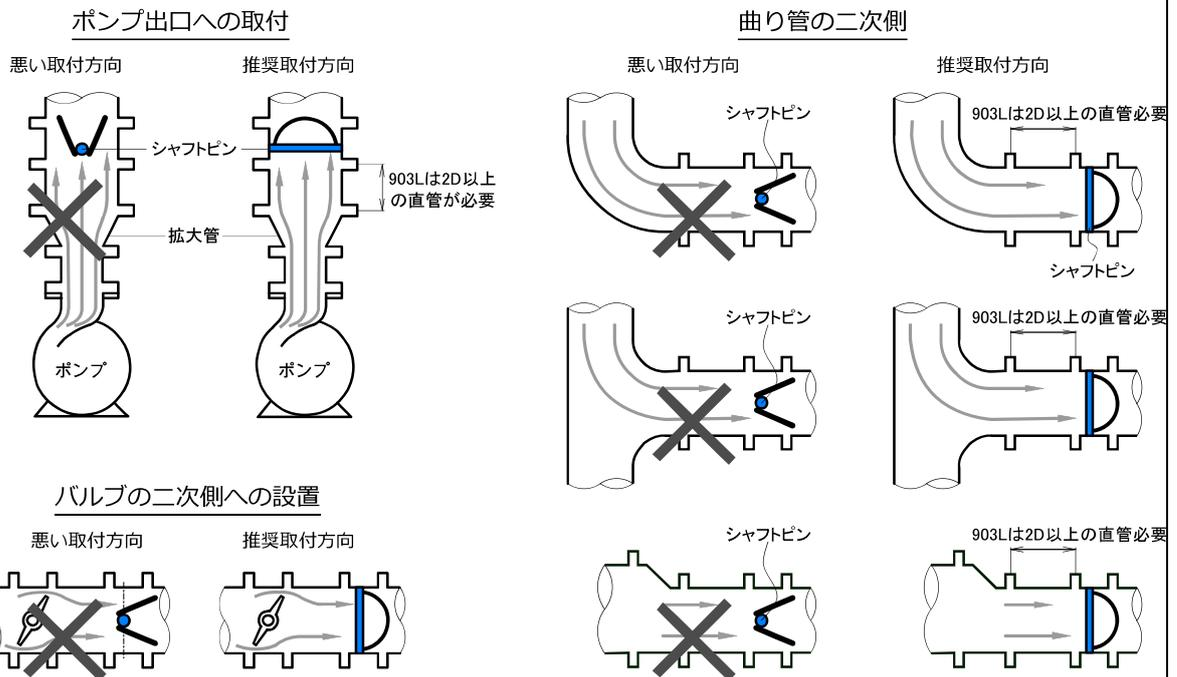
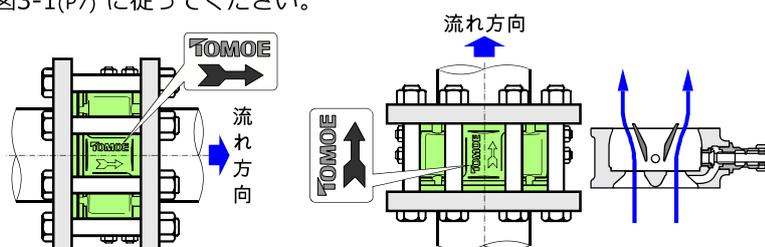
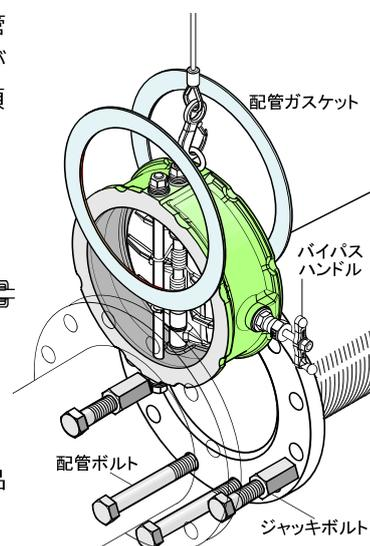

図 3-1
図9
図10
- ④ 本製品を拡大管や曲がり管 (エルボ、ティー) の二次側に配管する場合は、入口側に配管径の 2 倍以上の長さの直管を確保してください。
- ⑤ 図 3-1 のように本製品のシャフトピンに対して左右均等な流速となるような姿勢に配管してください。配管姿勢は図 3-1, 3-2 に加えて 1.3 項(p3) をご確認ください。
- ⑧ 本製品に乗ることや、打撃による挿入は行わないでください。
- ⑨ ゴムシートには溶剤が付着しないようにしてください、EPDM には油も付着しないように注意してください、油分の付着によりゴムが膨潤して破損する恐れがあります。
- ① 本製品を配管した状態での溶接は絶対に行わないでください。また配管フランジの溶接後すぐに本製品を取り付けた場合、ゴムシートやOリングが熱損傷し重大な影響が発生します。素手で触れる程度まで温度が低下してから溶接スパッタやバリを取り除いて配管してください。
- ② 図9のように流体の流れ方向と本製品の矢印方向が一致するように配管してください。水平配管の場合は図10のようにバイパスハンドル軸が水平となる向きに配管してください。他の配管方向制約は3.3.1項 図3-1(P7) に従ってください。
- ③ 水平配管の場合、下部の2か所（図10）に配管ボルトを差込み、本製品の落ち止めをしてください。
- ④ ジャッキボルトを図10のように2個セットし、フランジ間の距離を拡大してください。フランジ間距離はバルブ面間より8~12mm 程度押し広げた状態にしてください。（面間寸法は7項(P15) を参照してください）
- ⑤ 流れ方向と本製品本体の矢印を再確認の上、本製品のフランジ面を損なわれないように挿入します。フランジ間に無理に押し込むとシール面が傷つき、漏れの原因となります。（図10）